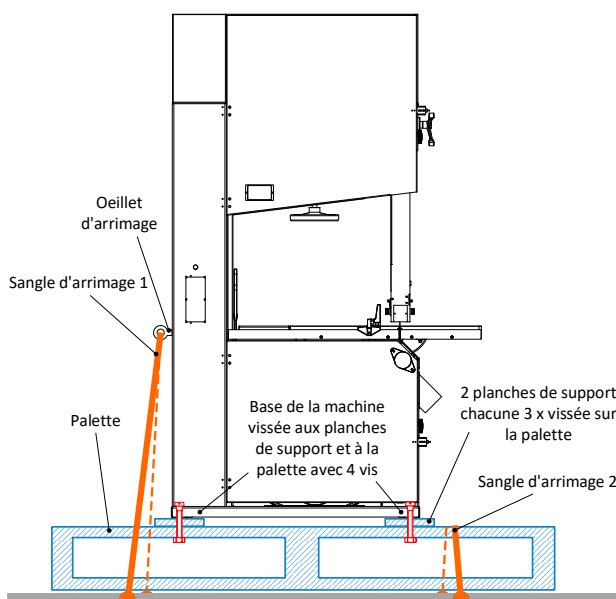

Figure 10 : arrimage BSB 400 / 500 / 600
- A cet effet, il y a un œillet d'arrimage sur la colonne de la machine (à gauche) pour la sangle d'arrimage 1 (voir ⇒ Figure 10). La palette est directement arrimée avec la sangle 2.